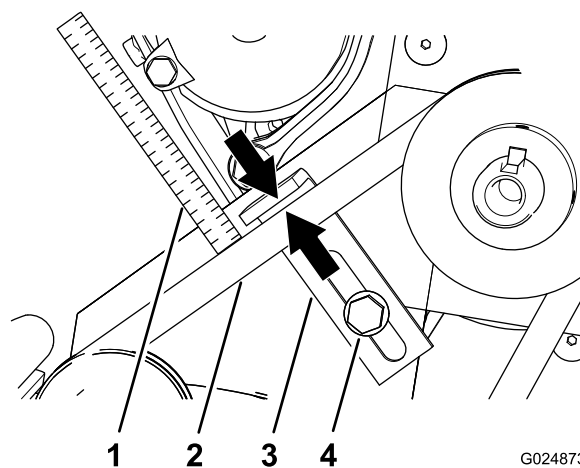

Figure 26
Remarque: Si l'écartement est supérieur ou inférieur à 6 mm ($\frac{1}{4}$ po), réglez le guide de courroie (Figure 26); voir Réglage du guide des courroies \(page 21\).
2. Mesurez l'écartement entre la courroie et le guide de courroie (Figure 26).
1. Desserrez le boulon à embase hexagonale qui fixe le guide de courroie à la plaque du moteur (Figure 26).
2. Tout en maintenant le haut du guide parallèle à la courroie, rapprochez ou éloignez le guide de la courroie jusqu'à ce que l'écartement spécifié soit obtenu (Figure 26).
3. Resserrez le boulon à embase hexagonale qui fixe le guide de courroie à la plaque du moteur (Figure 26).